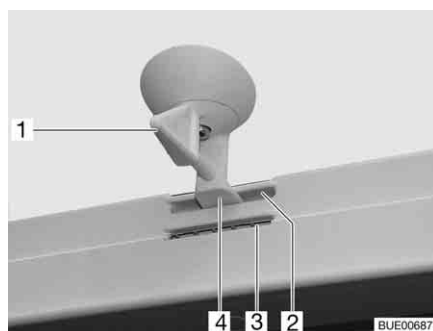
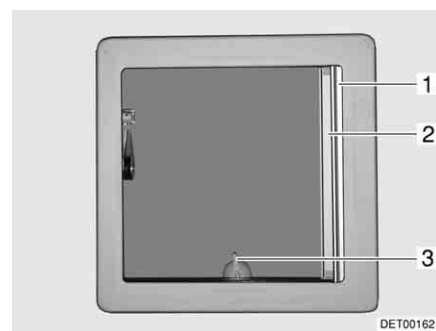

Fig. 38 Oblò inclinabile, bloccaggio
Fig. 39 Oblò inclinabile
- Ruotare la leva (Fig. 38,1 o Fig. 39,3) di un quarto di giro.
- Girare la leva di un quarto di giro. Il bloccaggio (Fig. 38,4) deve entrare nella feritoia inferiore (Fig. 38,3).
- Girare la leva di un quarto di giro. Il bloccaggio (Fig. 38,4) deve entrare nella feritoia superiore (Fig. 38,2).
- Tirare la tendina oscurante pieghevole (Fig. 39,1) fino alla posizione desiderata e rilasciare. La tendina oscurante pieghevole rimane in questa posizione.
**Chiusura:** ■ Estrarre la zanzariera a rullo (Fig. 39,2) fino a quando non scatta il bloccaggio dalla parte opposta.